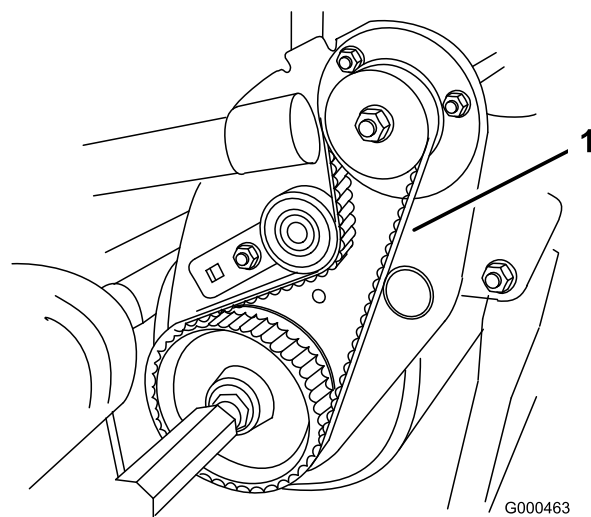

図 39
2. プーリ間の中央でベルト（図 39）を指で押して点検する。押す力は1.8 ± 0.5 kg程度。4.8～7.9 mm 程度のたわみが出るのが適正である。たわみの量が適正でない場合は以下の手順へ進む。